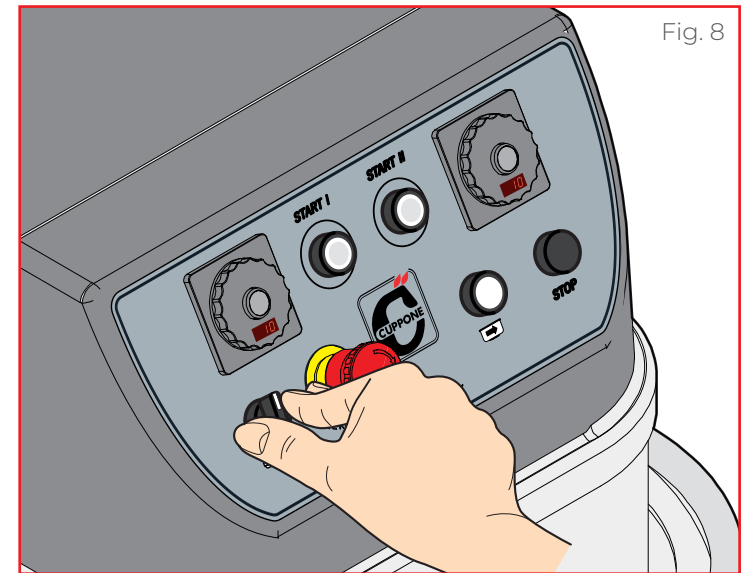

Fig. 8
► **Fig. 8** Girando la **palanca** ⑦, es posible controlar la rotación de la cubeta (solo en manera **START I** - baja velocidad):